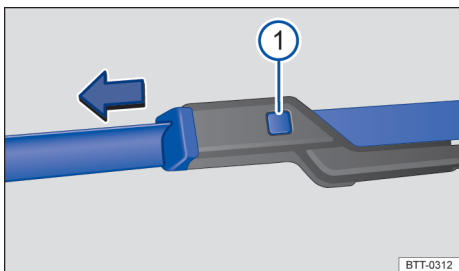

Fig. 116 Substituir as palhetas dos limpadores do para-brisa.
- Manter o botão de destravamento → Fig. 116 ① pressionado e, ao mesmo tempo, retirar a palheta do limpador do para-brisa no sentido da seta.